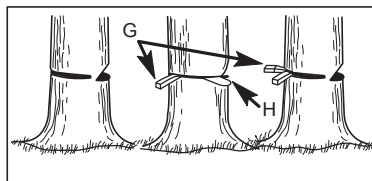

FIG. 2
- Utilice cuñas de madera o de plástico (G Fig. 2) para impedir que la barra o la cadena se enganchen en el tronco.